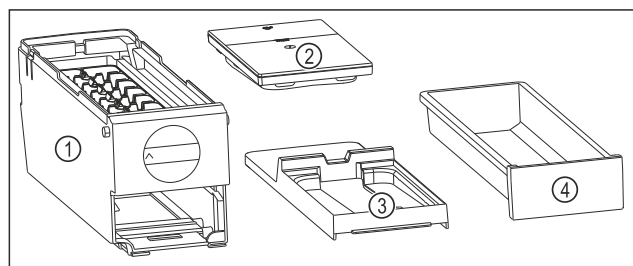

Fig. 89 Bestandteile des EasyTwist-Ice
- ▷ EasyTwist-Ice ist in vier Teile zerlegt. (siehe Fig. 89)
- EasyTwist-Ice nur in abgebildete Bestandteile zerlegen. (siehe Fig. 89)
- EasyTwist-Ice-Korpus Fig. 89 (1) als Ganzes reinigen.